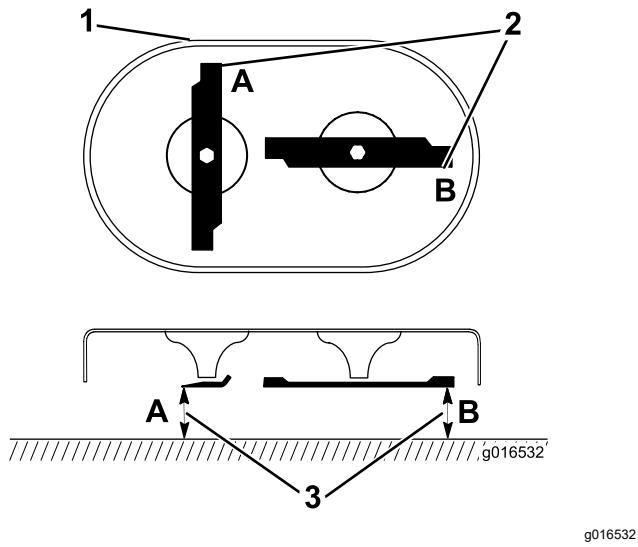

Bild 40
- Drehen Sie die Messer in die Stellung, die in Bild 40 abgebildet ist.
- Messen Sie an den Stellen **A** und **B** von der ebenen Fläche zu den Schnittkanten (Bild 40) und notieren Sie beide Werte.
- Drehen Sie die Messer so, dass die anderen Enden an den Stellen **A** und **B** sind (Bild 40).